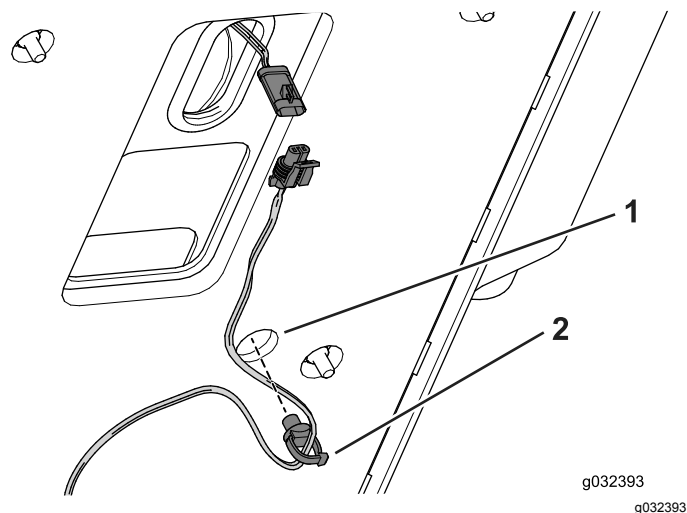

Figura 7
6. Instale el clip con brida en la parte inferior de la chapa del asiento (Figura 7).
7. Conecte el interruptor del asiento al arnés de cables (Figura 7).